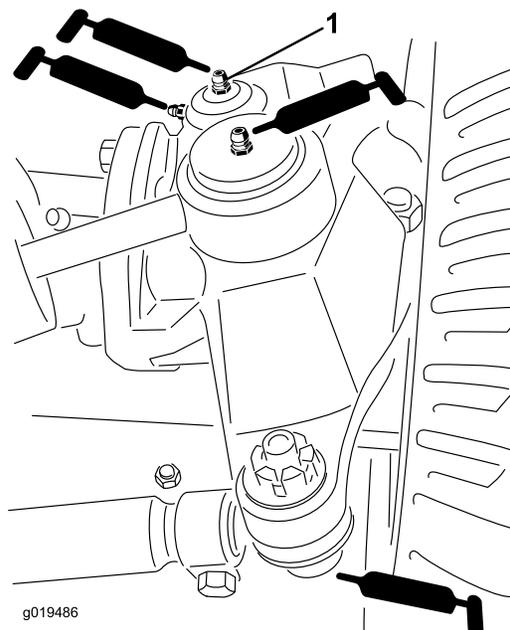

Figure 42
- Bielle d'essieu arrière (2) (Figure 42).
- Rotules de vérin de direction (2) (Figure 42).
- Bagues de pivots de fusées (2) (Figure 42). **Le graisseur supérieur du pivot de fusée ne doit être lubrifié qu'une fois par an (2 injections de graisse).**